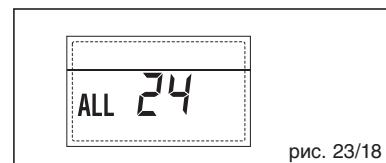

рис. 23/18
- НЕПОЛАДКА ДАТЧИКА СОЛНЕЧНОГО ВОДОНАГРЕВАТЕЛЯ (S2) "ТРЕВ 25" (рис. 23/19)